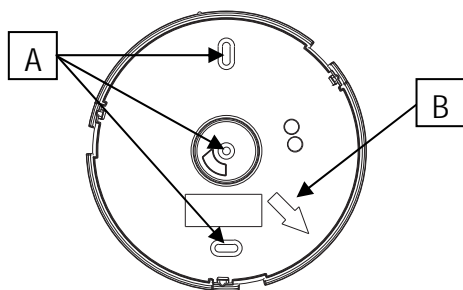

Fig. 2
- 2) Fixez la base du détecteur au plafond en utilisant les emplacements prévus « A » (fig. 2), et en la positionnant de façon à ce que la flèche « B » (fig. 2) soit orientée vers la centrale.
- 2) Das Basisteil des Sensors mit der Vorausrüstung "A" (Abb. 2) an der Decke befestigen und so positionieren, dass der Pfeil "B" (Abb. 2) in Richtung der Zentrale zeigt.
- 2) Fijar la base del sensor al techo utilizando las predisposiciones "A" (fig. 2), posicionándola de manera que la flecha "B" (fig. 2) quede en dirección a la central.